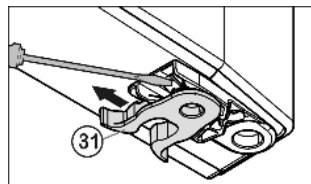

Fig. 11
- ▶ Permuter la pince élastique *Fig. 11 (31)* : appuyer sur l'ergot puis retirer la pince élastique.